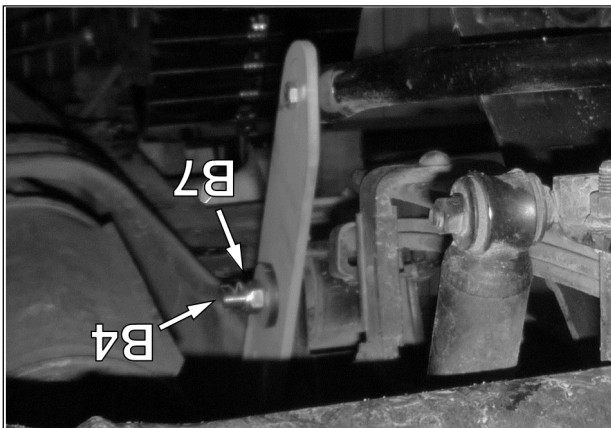

Fig. 6
7. Ré-attacher la lame de ressort et l'ancrage de suspension arrière au support en utilisant le nouveau boulon M12 (B4). Serrer correctement le boulon de la lame de ressort en utilisant l'écrou de fixation M12 (B7) fourni. Serrer à un couple 90 Nm [66 lb-pi]. Voir la Fig. 6